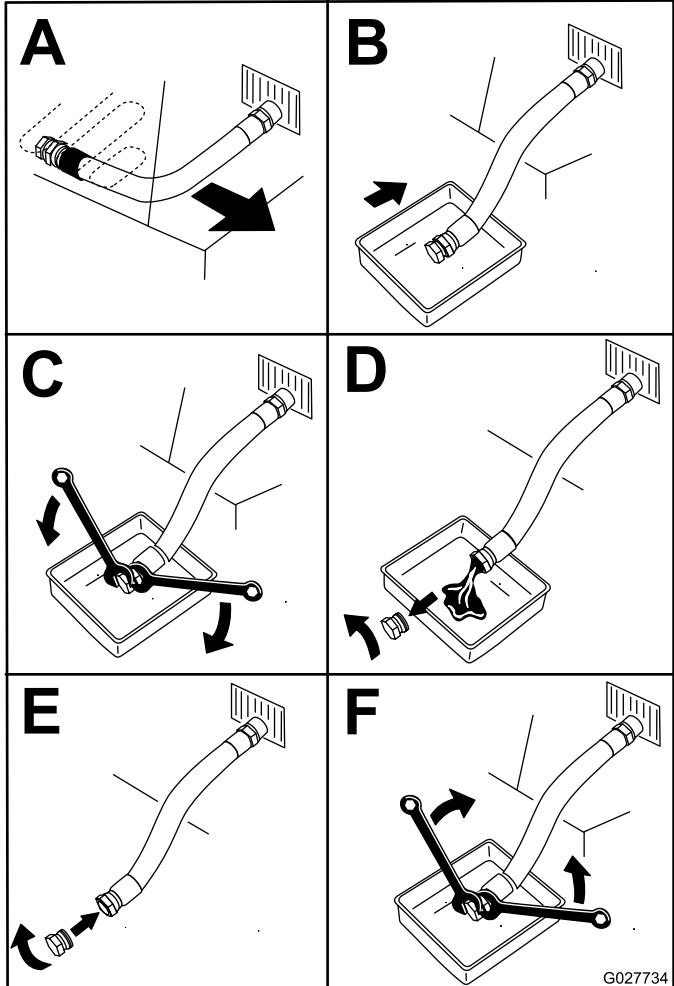

Figura 51
4. Cambie el aceite del motor, según se muestra en Figura 51.